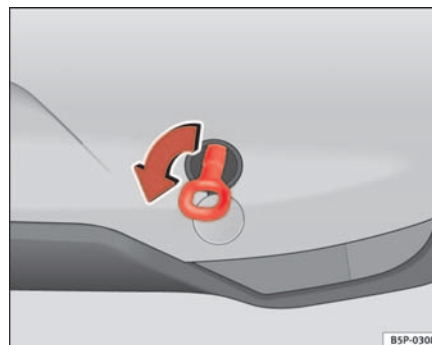

Abb. 206 Einschrauben der Abschleppöse hinten
- Die Abschleppöse nach *links* in die vom Pfeil gezeigten Richtung einschrauben ⇒ Seite 274, Abb. 206.